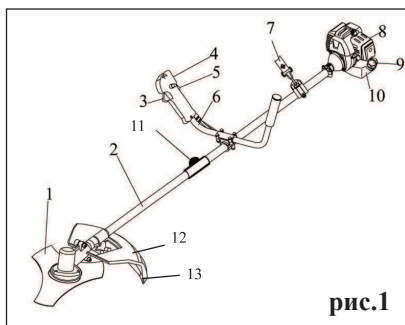

рис.1
5.1 Общий вид бензокосы схематично представлен на рис.1
6.3.1 Возьмите правую и левую части рукоятки 6 (рис.1) и установите на штангу гибкого вала 2 (рис.1)
Внимание! Перед работой, не забудьте снять с ножа ограничителя длины лески 13 (рис. 1) защитный чехол. Соответственно, по окончании работы наденьте чехол обратно.